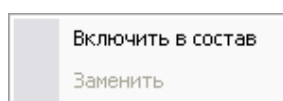

Рис. 226
2. В появившемся меню выберите пункт **Включить в состав** (Рис. 226).